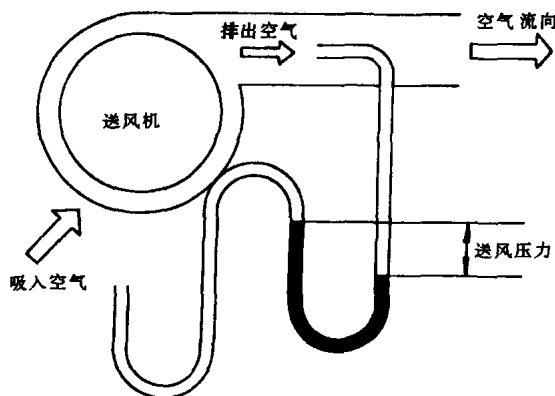

图 1-4 送风机的能力
(4)送风压力。在制冷技术中,通常使用风扇或鼓风机将空气加压,使之通过蒸发器、散热器或热交换器。一般以送风机入口和出口之间的压力差来表示其送风能力,如图 1-4 所示。